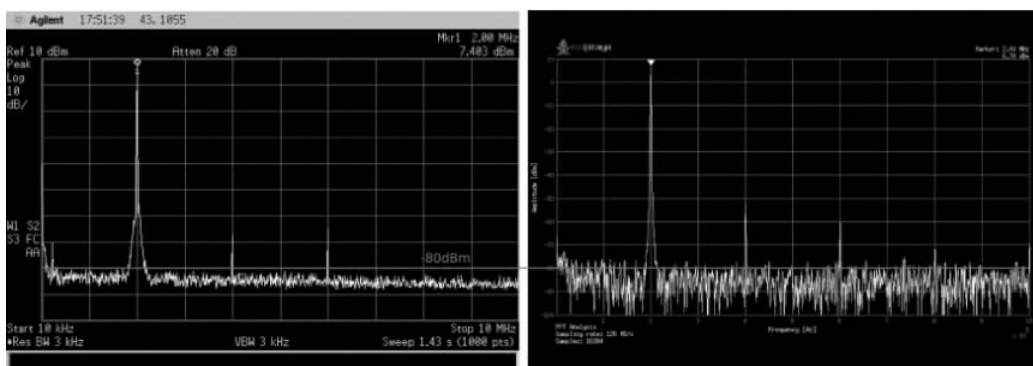

图 3-17 参考信号(-3dBFS,2MHz)
(23) 参考信号：-3dBFS,2MHz,如图 3-17 所示。